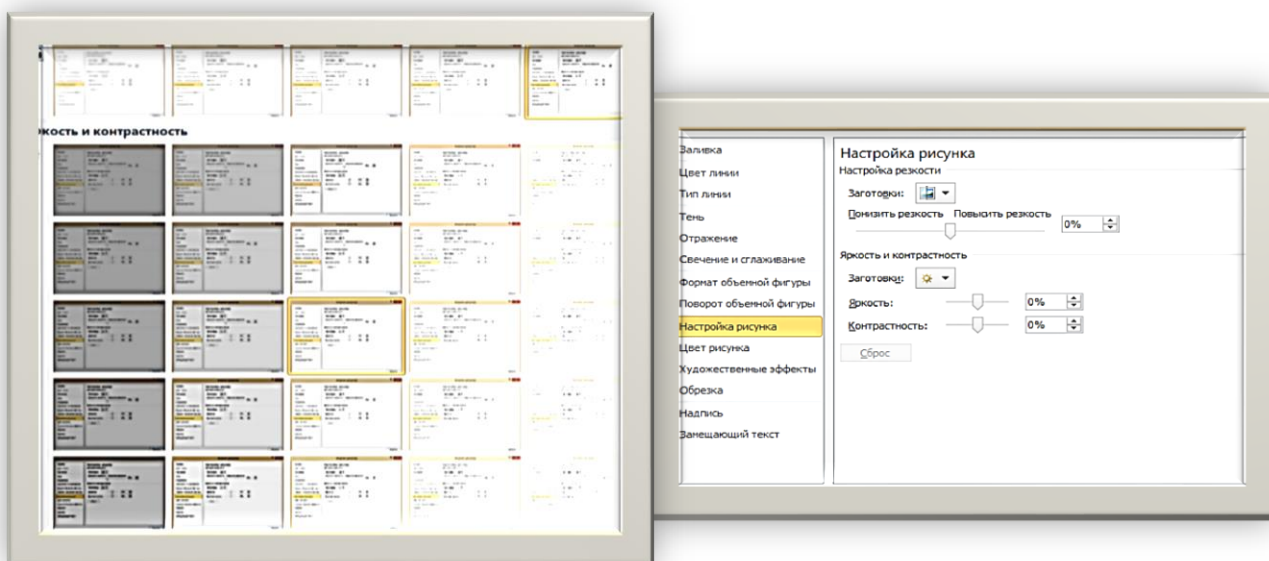

Рис. 70. Настройка резкости, яркости, контрастности и стиля рисунка
2. В группе **Изменить** вкладки **Формат** нажать кнопку **Коррекция** и в появившейся галерее в разделе **Настройка резкости** выбрать один из вариантов понижения (-50 % или -25 %) или повышения (25 % или 50 %) резкости. При наведении *указателя мыши* на выбираемый вариант отображается *всплывающая подсказка* с указанием величины изменения резкости, и срабатывает функция динамического просмотра, в результате чего рисунок отображается с выбранным параметром (рис. 70).
2. Во вкладке **Формат** в группе **Стили рисунков** прокрутить список стилей или щелкнуть по значку **Дополнительные параметры**, чтобы развернуть список стилей и выбрать нужный стиль. При наведении *указателя мыши* на выбираемый вариант срабатывает функция динамического просмотра, и рисунок отображается в выбранном стиле (см. рис. 70).